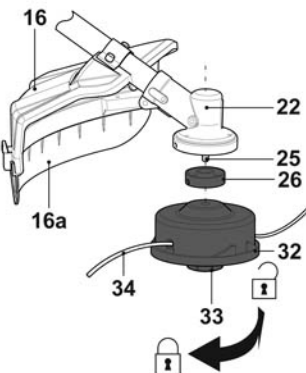

Fig. 31
- > Demontați capul de tăiere [32] desfiletându-l în sens antiorar (Fig.31).